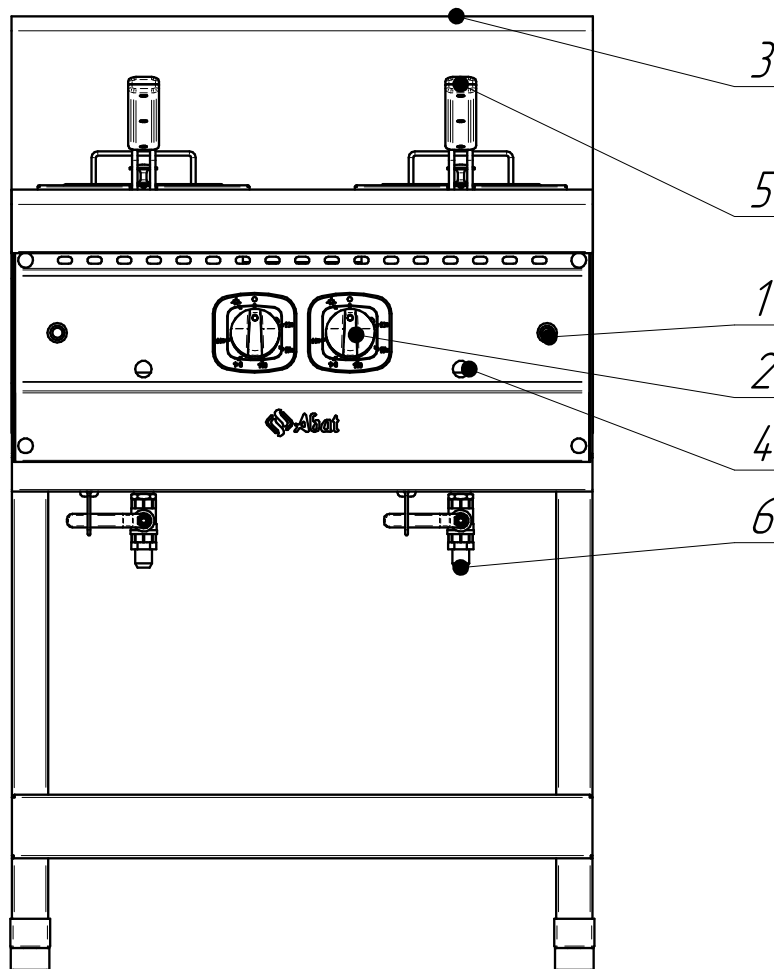

Рис. 1. Газовая фритюрница
4.1 Устройство газовой фритюрницы показано на рис. 1.
Фритюрница выполнена на подставке. Для слива масла с ванны предусмотрен сливной патрубок 6 (см. рис. 1) находящийся на днище.
Нажмите на ручку крана-термостата и поверните ее против часовой стрелки, установив символ искры зажигания напротив метки на панели управления (рис.2а). Нажав до упора, произведите поджог газа, выходящего из запальной горелки (пилота), для чего нажмите на кнопку пьезорозжига. Удерживайте ручку крана-термостата в течение не менее 15 секунд, после чего отпустите. После проведения вышеуказанных операций необходимо проконтролировать наличие горения газа, для чего необходимо посмотреть в смотровое окно 4 (рис.1), в котором можно наблюдать наличие пламени. Пламя должно быть устойчивым. Если пламя не горит, повторите операцию.